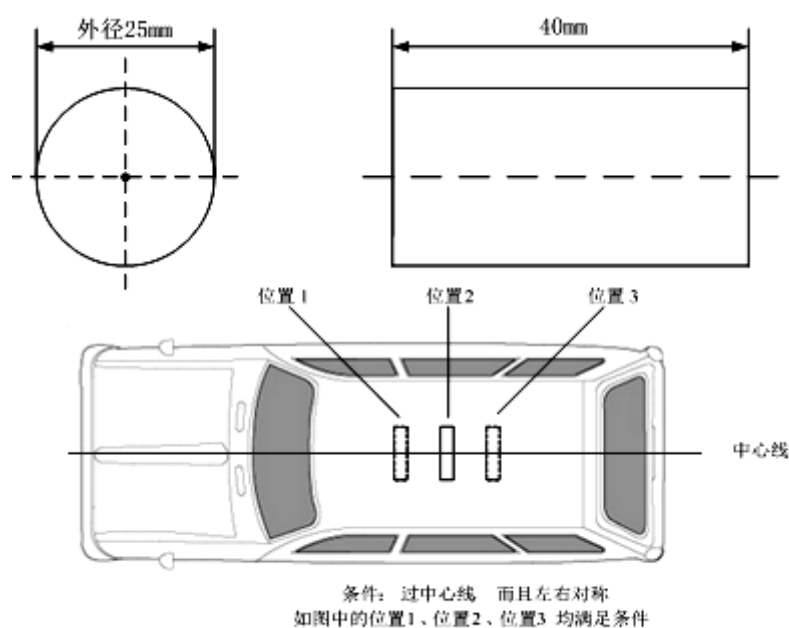

图 4 不锈钢圆筒及在车体安装位置示意
- (1) 比赛时“同步杆”由组委会统一提供。
- (2) “同步杆”材质为 PVC 塑料管(外径 1.6cm, 长度为 80cm)。
- (3) “同步杆”两端分别放在两个机器人上, 机器人上放置“同步杆”的机械结构为不锈钢圆筒外径 25mm, 长度小于 40mm, 该圆筒位于车体纵向中心线上, 圆筒上端固定在可以旋转的支架上, 如图 4 所示。